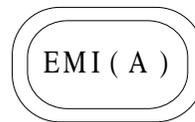

Abbildung D-3. Registrierzeichen der MOC-Klasse A
Um herauszufinden, welcher Klasse (Klasse A oder B) Ihr Computersystem (oder anderes digitales Gerät von Dell) zugehörig ist, untersuchen Sie die MOC-Registrierungsetiketten (Südkoreanische Kommunikationsministerium) auf dem Computer (oder auf einem anderen digitalen Dell-Gerät). Das MOC-Etikett kann separat von den anderen Registrierungsetiketten angebracht sein. Der englische Text "EMI (A)" für Produkte der Klasse A oder "EMI (B)" für Produkte der Klasse B befindet sich in der Mitte des MOC-Etiketts (siehe Abb. D-3 und D-4).